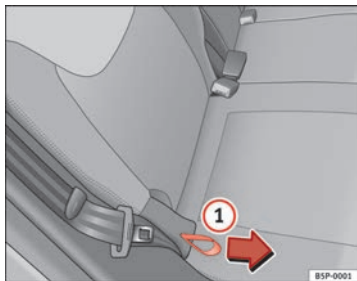

Fig. 96 Réglage de l'inclinaison du dossier, banquette arrière
- Saisissez le haut du dossier. Tirez sur la dragonne latérale du siège → fig. 96 ① dans le sens de la flèche et maintenez la dragonne en position. Rabattez le dossier du siège vers l'arrière en position souhaitée, puis relâchez la dragonne.